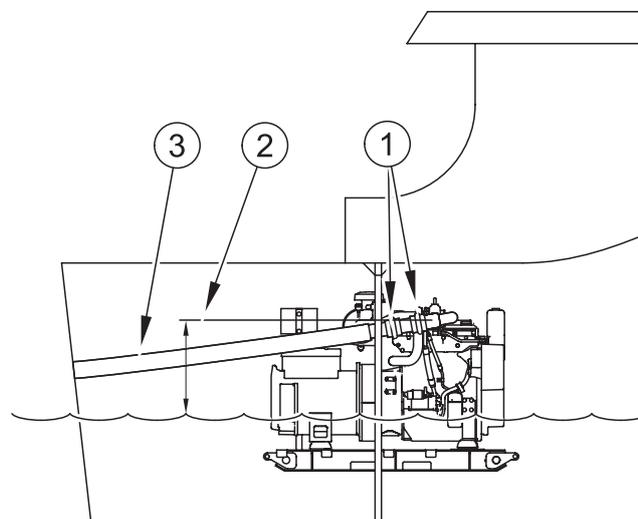

Abbildung 22
Es muss sorgfältig darauf geachtet werden, dass der Auspuffschlauch flexibel ist, vor allem, wenn der Motor flexibel montiert ist. Wenn der Auspuffschlauch unmittelbar hinter dem Motor durch eine Schott geführt werden muss, sollte bevorzugt die in Abbildung 22 gezeigte Anordnung gewählt werden, mit Gummibalgen zur Gewährleistung der Flexibilität (1).